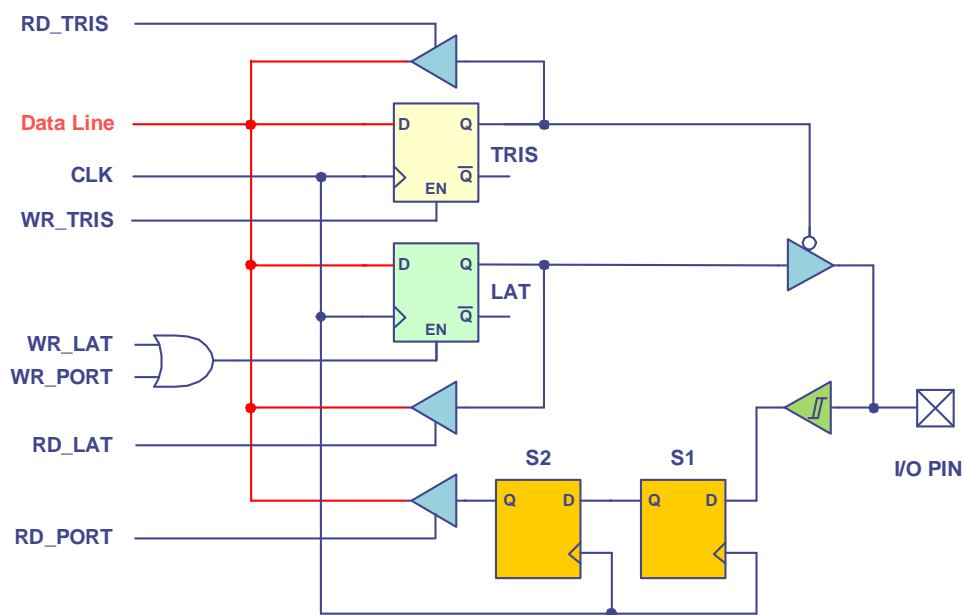

Figura 1. Diagrama de blocos simplificado de um porto de I/O no PIC32.
A Figura 1 apresenta o diagrama de blocos de um porto de I/O de 1 bit no PIC32. Nesse esquema, para além dos registos **TRIS** e **LAT**, destacam-se ainda os dois flip-flops **S1** e **S2** presentes no caminho do porto para efeitos de leitura. Esses *flip-flops*, em conjunto, formam um *shift register* de duas posições que visa a sincronização do sinal externo, que se pretende ler, com o instante de leitura do CPU. Estes dois *flip-flops* impõem um atraso de, até, dois ciclos de relógio na propagação do sinal externo até ao barramento de dados do CPU ("data line").
- A escrita num porto configurado como entrada não tem qualquer consequência. O valor é escrito no *flip-flop* LAT associado ao porto mas não fica disponível no exterior uma vez que é barrado pela porta *tri-state* que se encontra na saída e que está em alta impedância (ver Figura 1).